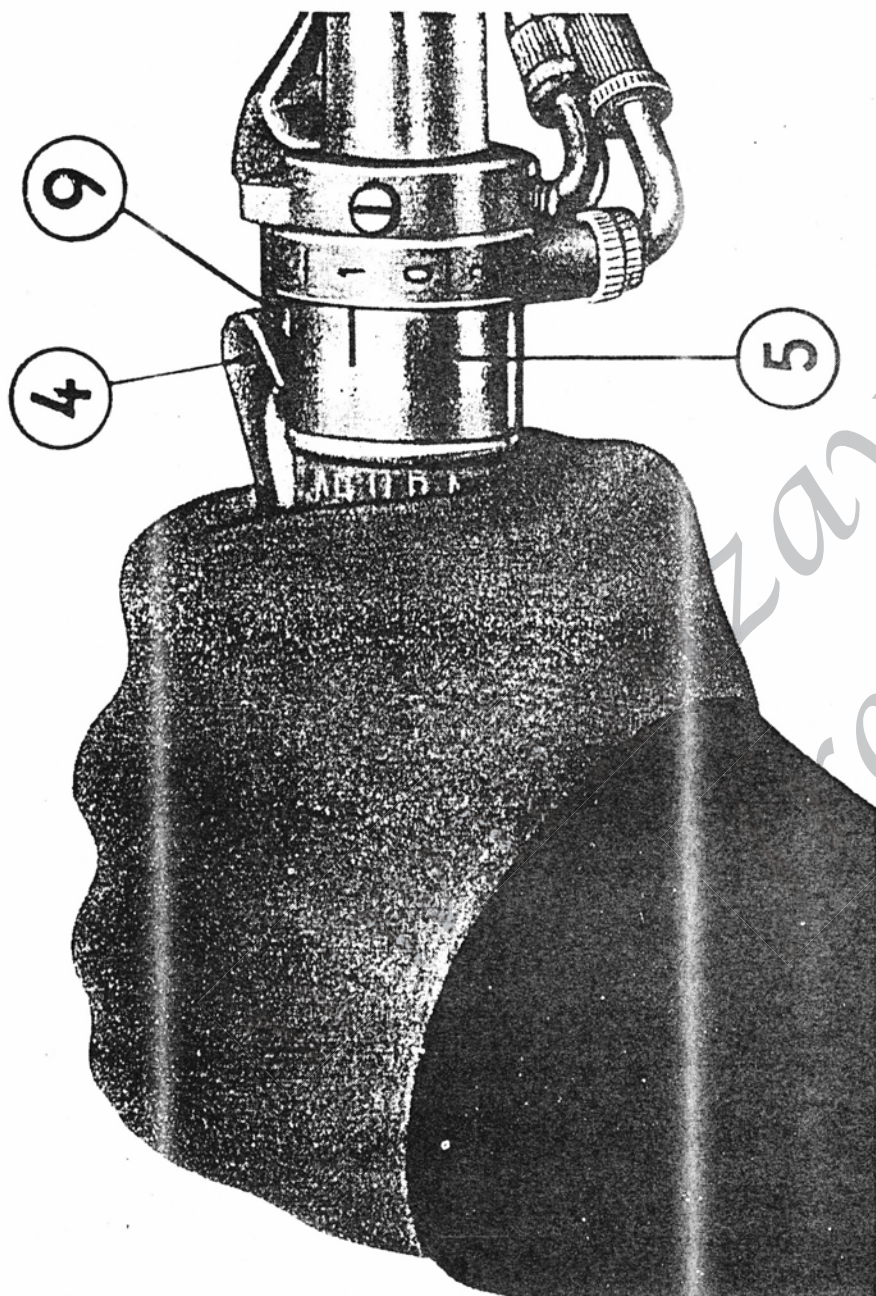

Fig. 5
- 1) **disinnestare** la frizione azionando la leva 4 (vedi fig. 5);
- 4) **innestare** la frizione rilasciando la leva 4 (vedi fig. 5);